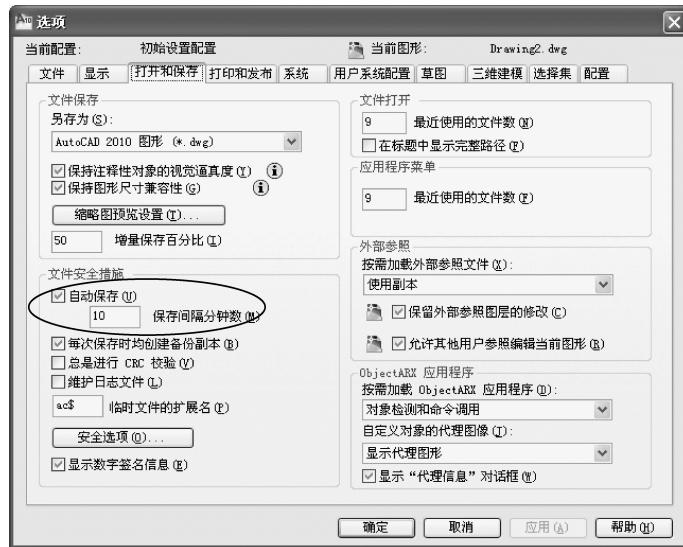

图 1-23 “打开和保存”选项卡
(1)执行“工具”→“选项”命令(或在绘图区域内右击,在弹出的快捷菜单中选择“选项”命令),打开“选项”对话框。选择“打开和保存”选项卡,如图 1-23 所示。